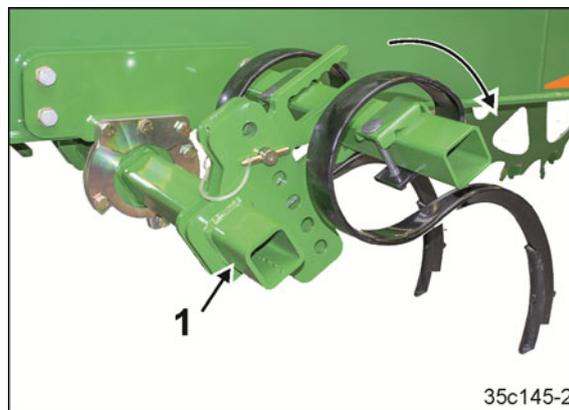

Fig. 212
1. Pivoter l'effaceur de traces du tracteur en position de travail (Fig. 212/1) :